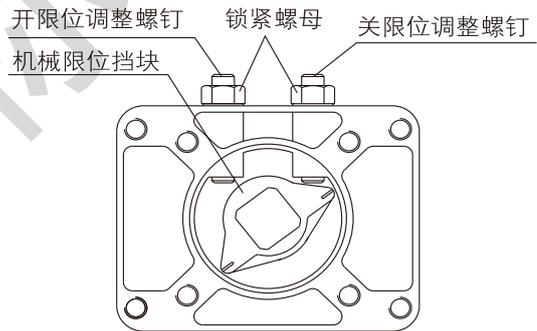

图9
4、机械限位挡块的调整（图9、10）
- ①用手柄驱动阀门至全关位置并使全关位置限位开关（K1）动作（限位开关动作时会发出“咔嚓”声）。
- ②松开右侧的锁紧螺母，用内六角扳手顺时针方向旋转关限位调整螺钉并使调整螺钉与机械限位挡块刚好相抵，然后逆时针方向将调整螺钉往回旋转半圈，使全关位置处机械限位滞后电气限位约2.5°的角距离，锁定锁紧螺母。
- ③用同样的方法进行左侧全开位机械限位的调整。